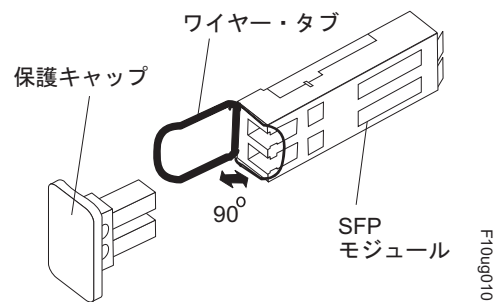

図 109. SFP モジュール・ラッチのアンロック - ワイヤー・タブの場合
- ワイヤー・タブが入っている SFP モジュールの場合は、図 109 に示すように、ワイヤー・ラッチを外側に 90° 引いて SFP モジュールのラッチをアンロックします。